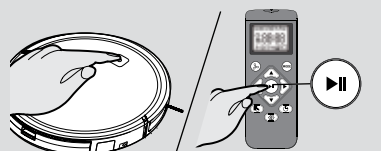

Fig. 10
2. Tryk på tænd/standby knappen på enheden, eller start/pause knappen på fjernbetjeningen, for at begynde rengøringsprocessen. [Fig. 10]